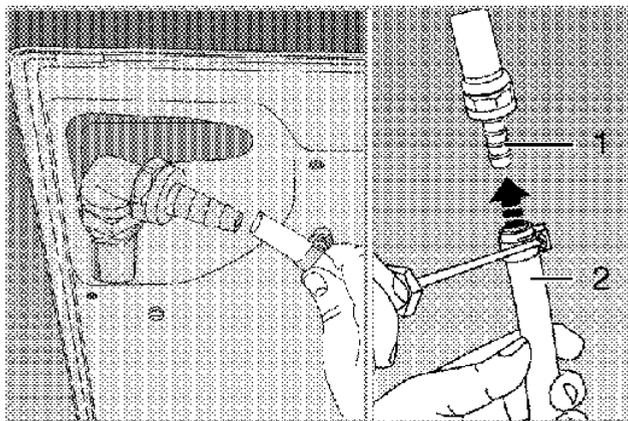

Рис. 4
- ❖ Наденьте на шланг хомут. Затем подсоедините шланг к варочной поверхности и плотно закрепите его хомутом при помощи отвертки. (см. рис. 4)